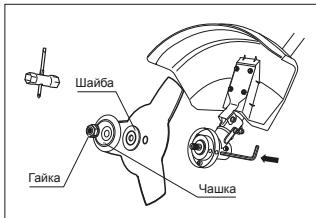

рис. 7
- Совместите отверстие во фланцевой шайбе с отверстием в чашке редуктора (рис. 7). Вставьте металлический стопорный стержень в отверстие чашки редуктора и в отверстие фланцевой шайбы.
- Удерживая стопорный стержень одной рукой, надежно затяните гайку трубчатым ключом (входит в комплект поставки), поворачивая ее против часовой стрелки (рис. 7).